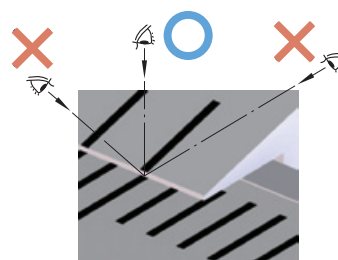

Fig. 6
2. Leia as graduações na direção perpendicular à escala e nônio para evitar erros de paralaxe. **(Fig. 6)**